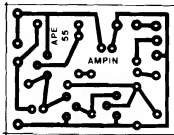

Fig. 2
- **FIG. 2 - LAY OUT DO CIRCUITO IMPRESSO ESPECÍFICO** - A placa, além de pequena, é simples em seu arranjo de ilhas e pistas, de modo que mesmo os principiantes não terão grandes dificuldades em realizá-la, bastando um pouco de atenção e "capricho"... O **lay out**, em tamanho natural (escala 1:1) permite a cópia direta, por carbono, sobre a superfície co-